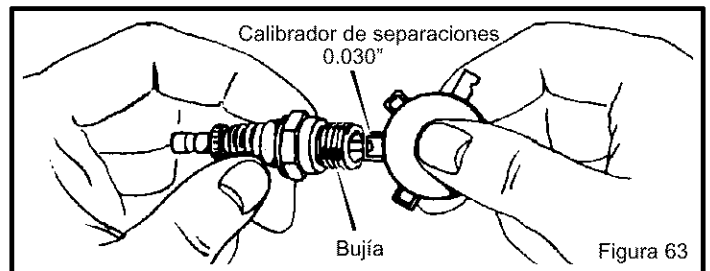

Figura 63
1. Revise la separación de la **bujía** con un **calibrador de separaciones** (Figura 63). La separación correcta es de **0,030"**.